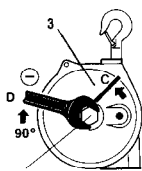

Fig. 5
- For å redusere kapasiteten dreies sekskantkoplingen 2 i retning med klokken ved bruk av en skrunøkkel D mens fjær 3 samtidig slakkes i retning mot klokken (Fig. 5). Sett kamskive 32 på plass igjen (Fig. 5a). Gjenta til den ønskede balanse er oppnådd.
- Para reduzir a capacidade, rode o acoplamento sextavado 2 no sentido dos ponteiros do relógio por meio de uma chave inglesa D e, ao mesmo tempo, afrouxe a mola 3 no sentido inverso ao dos ponteiros do relógio (Fig. 5). Então reposicione o excêntrico 32 (Fig. 5a). Repita até ter obtido o equilíbrio desejado.
Fig. 5 a